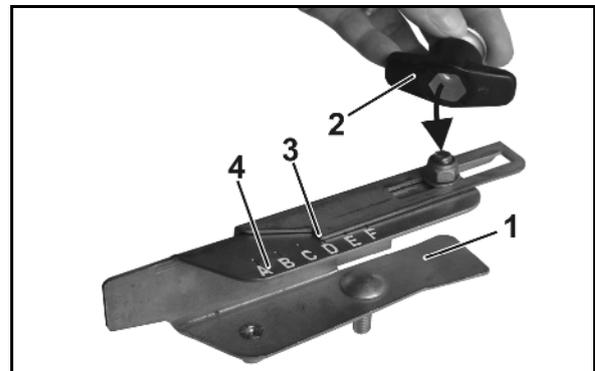

Fig. 84
7. Beim **Grenzstreuen** die Schieberstellung des Stellhebels (Fig. 84/1) an der linken Maschinenseite um zwei Teilstriche auf der Skala (Fig. 84/2) zurück schwenken.